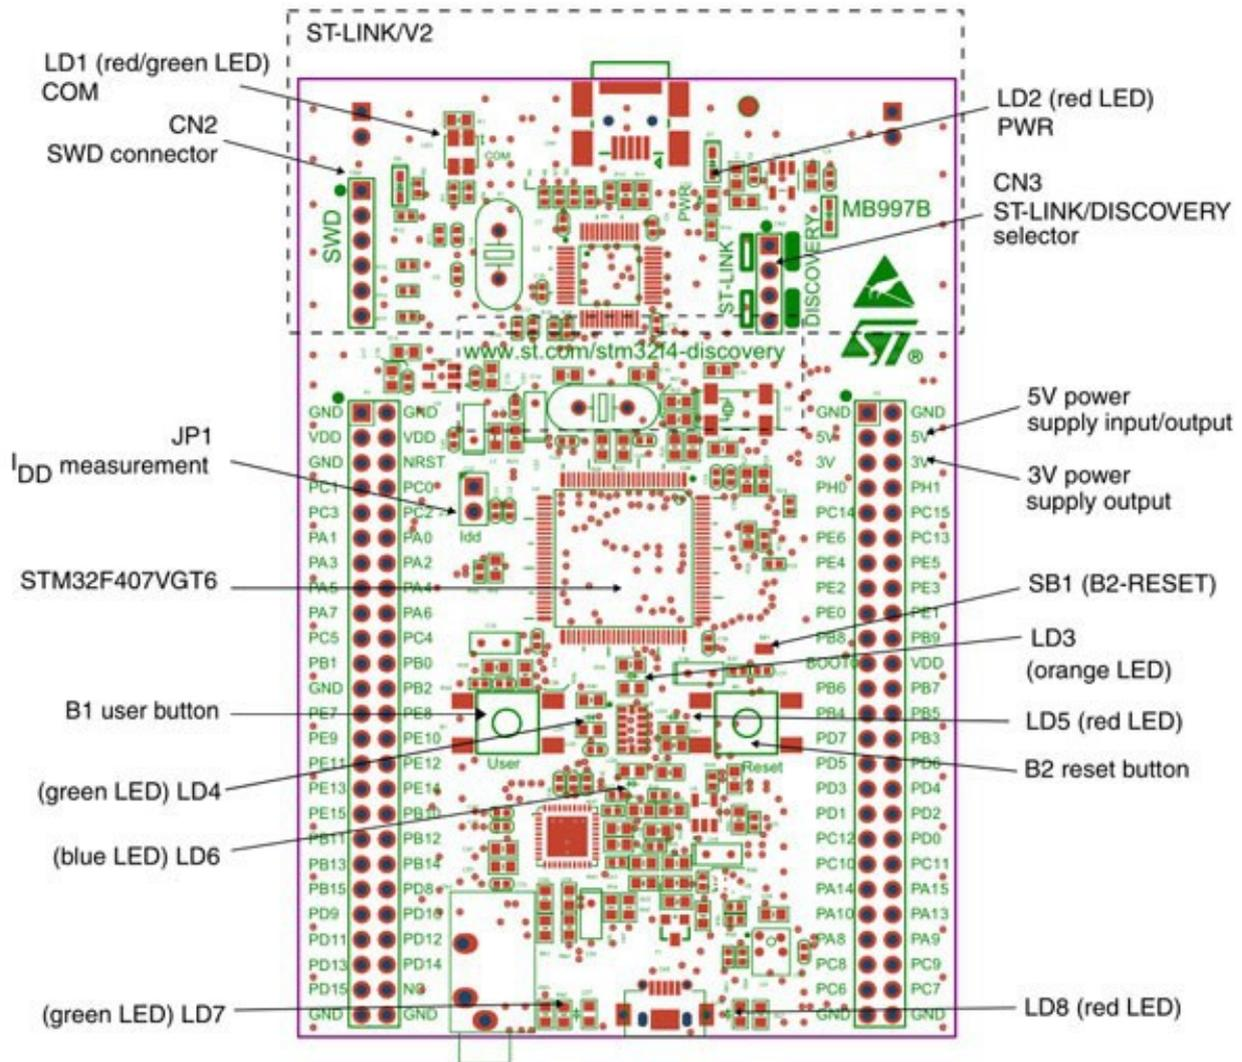

FIGURE 1 – Illustration des différents composants de la carte STM32F4Discovery.
1. Vérifier que les deux cavaliers (ou *jumpers*) JP1 (Idd sur la carte) et CN3 (voir figure 1) sont montés.